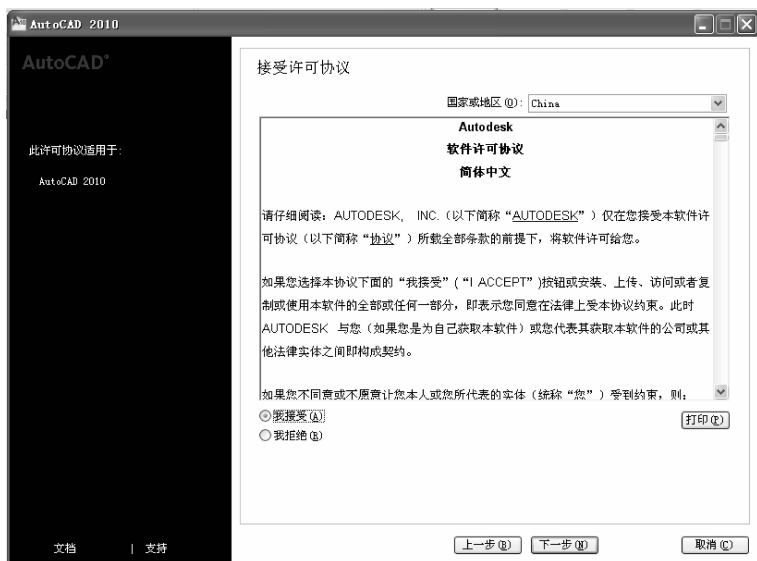

图 1-3 接受许可协议界面
(3)在弹出的接受许可协议界面中选择“我接受”单选按钮,单击“下一步”按钮继续安装,如图 1-3 所示。